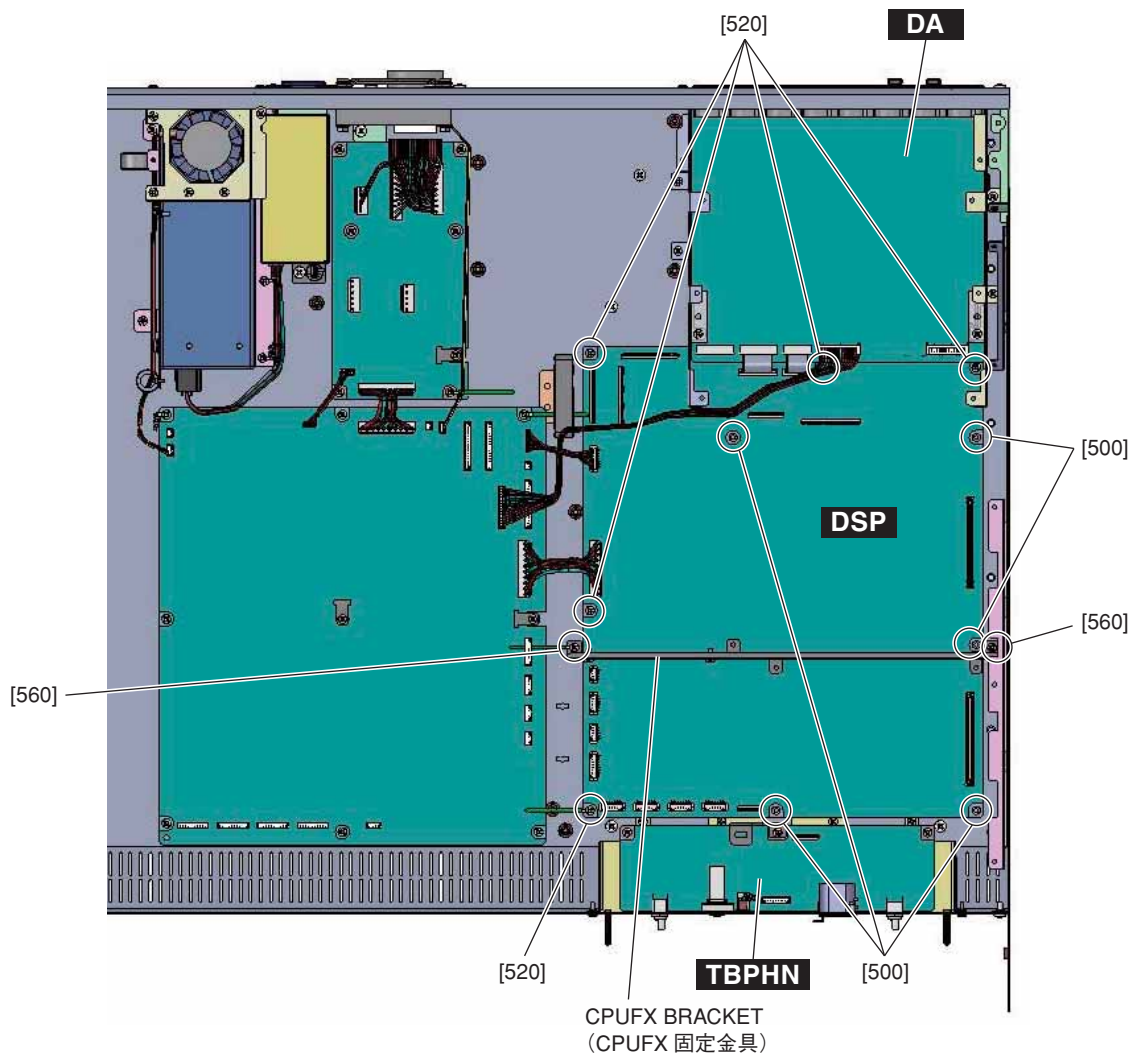

Fig. 3 (図 3)
- A-8-6. Remove the two (2) screws marked [560]. The CPUFX bracket can then be removed. (Fig. 3)
- A-8-7. Remove the five (5) hexagonal spacers marked [500] and the five (5) screws marked [520]. The DSP circuit board can then be removed. (Fig. 3)
- A-8-6. [560] のネジ 2 本を外して、CPUFX 固定金具を外します。(図 3)
- A-8-7. [500] の六角スペーサ 5 本と [520] のネジ 5 本を外して、DSP シートを外します。(図 3)